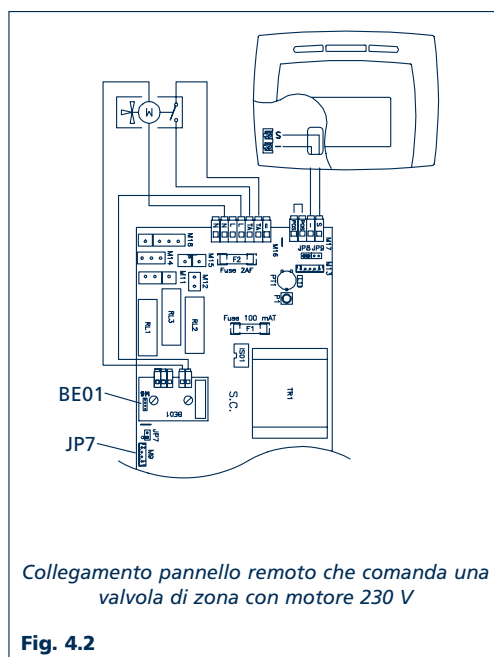

Fig. 4.2
- inserire la scheda BE01 nella posizione indicata in fig. 4.2;